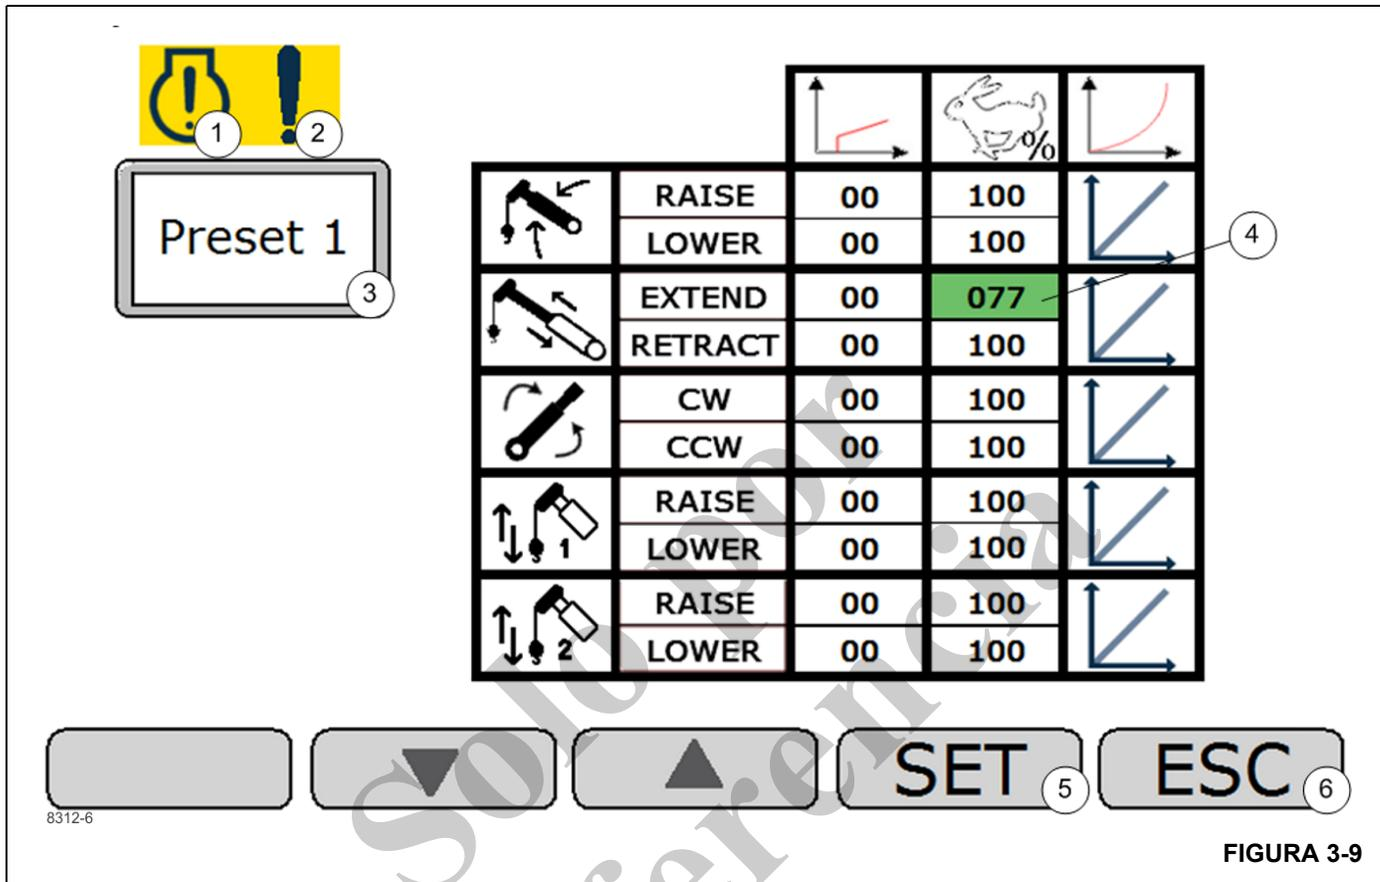

FIGURA 3-9
Vista 3 de modificación de preajustes (Figura 3-9)
**Indicador de falla de motor activa (1) (Figura 3-9)**